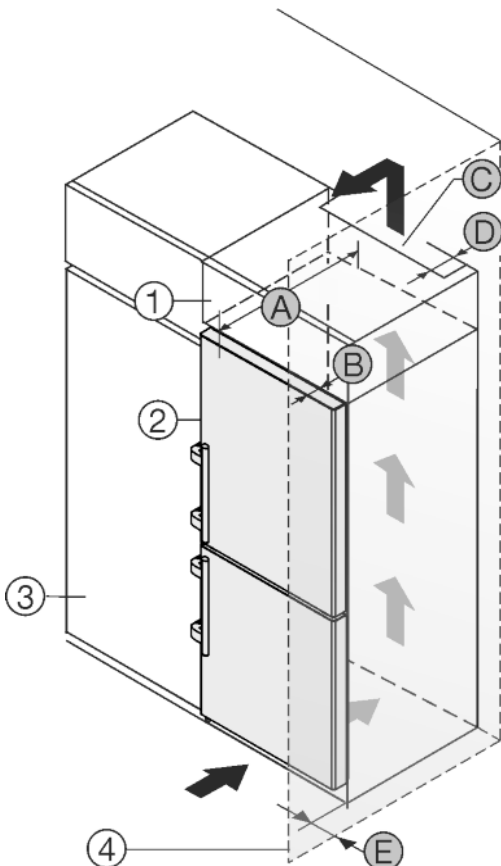

Fig. 26
A készüléket körbe lehet építeni konyhaszekrényekkel. Rá lehet szerelni egy rátétszekrényt Fig. 26 (1), hogy a készüléket Fig. 26 (2) a konyhabútorok magasságához igazítsa.
A készüléket közvetlenül a konyhaszekrény Fig. 26 (3) mellett is felállíthatja. Ahhoz, hogy az ajtókat teljesen ki tudja nyitni, a készüléknek a konyhaszekrény elülső oldalához képest legalább a mélységnek Fig. 26 (B) megfelelően ki kell állnia. A konyhaszekrények mélységétől és a fali távolságtartók használatától függően a készülék nagyobb mértékben is kiállhat.
- A rátétszekrény hátoldalán egy mélységű Fig. 26 (D)szellőző aknát kell a rátétszekrény teljes szélességében kialakítani.
- A mennyezett alatt be kell tartani a szellőző keresztmetszetet Fig. 26 (C).
Mikor a készüléket a csuklópántokkal egy fal Fig. 26 (4) mellett állítja fel, akkor a készülék és a fal közti távolságot Fig. 26 (E) be kell tartani. Ez nyitott ajtó esetén megfelel a fogantyú túlnyúlásának.